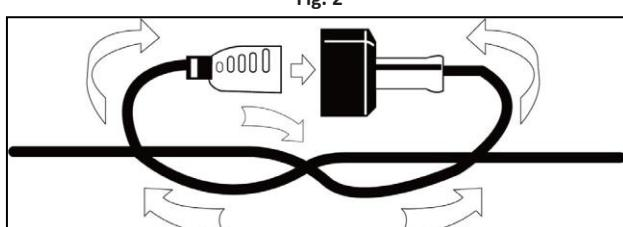

Fig. 3
- Fare un nodo con il cavo di alimentazione e la prolunga, come illustrato nella Fig. 3.